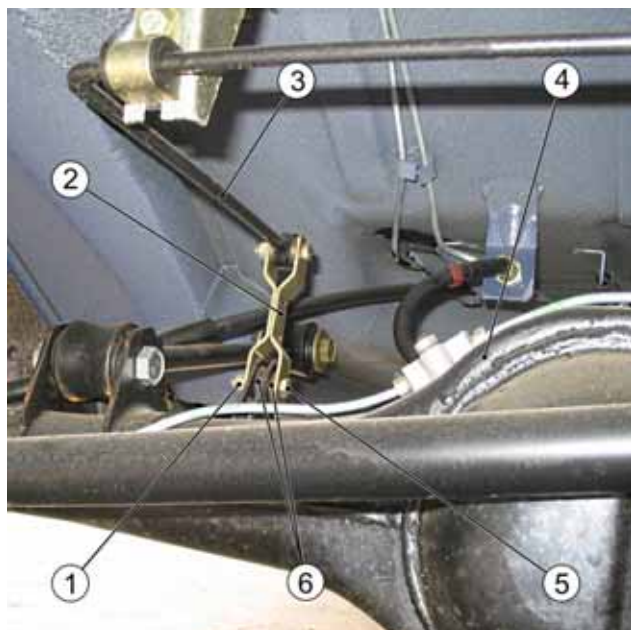

Рисунок 3 – Отсоединение привода регулятора давления задних тормозов:
2.7 Отвернуть гайку 1, рисунок 3, болта 5 крепления стойки рычага 3 привода регулятора давления задних тормозов к балке 4 заднего моста, извлечь болт, отсоединить стойку 2 и снять с кронштейна заднего моста втулки 6 стойки рычага и распорную втулку (ключи 10 гаечные – 2 шт., молоток слесарный, бородок, отвертка плоская).